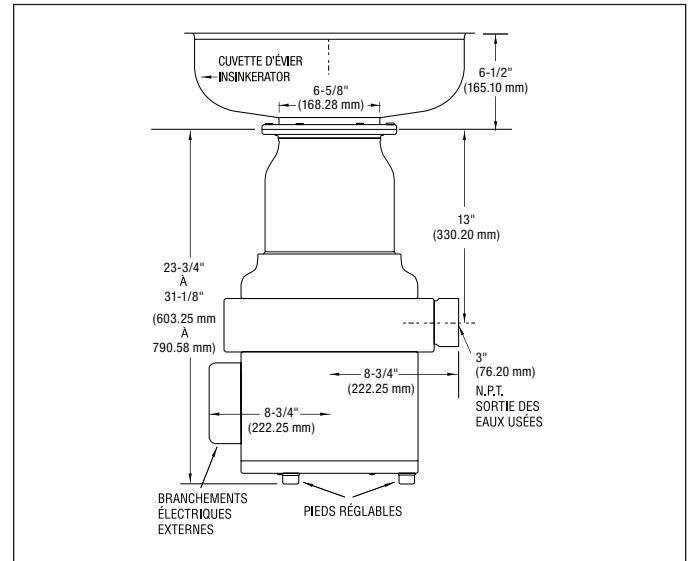

Figure 5.
- Pour un fonctionnement sécuritaire, la distance minimale requise entre le dessus du comptoir ou l'auge jusqu'à la bride de montage est de 6 po (15 cm) pour les broyeurs standards (selon les spécifications de l'UL). Voir la figure 5.